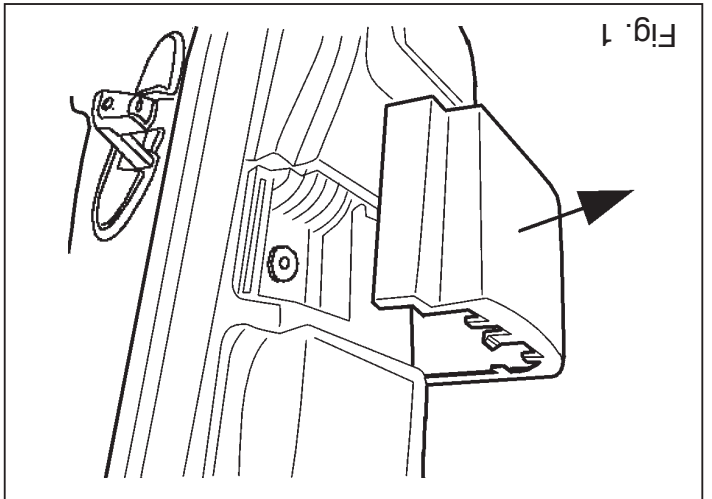

Fig. 1
1. Remove the bumper. The covers under the rearlight units need to be removed first (fig. 1). Take care! The bumper must not be damaged. Remove the bumper's steel inner fittings; these will not be replaced. If the vehicle is fitted with PDC (Parc Distance Control), remove the cable-holder from the bumper at points A (see photo). Place two M6x20 bolts in the bumper at a distance of 545mm from each other so they line up with the holes A on the towbar. Allow the exhaust to drop down and remove the heat shield.
1. Demonteer de bumper. Hiertoe dient men de afdekkappen onder de achterlicht units eerst te demonteren (fig. 1). Let op!!! Men dient er voor te zorgen dat de bumper niet kan beschadigen. Demonteer het stalen bumperbinnenwerk, deze komt te vervallen. Wanneer het voertuig is voorzien van PDC (Parc Distance Control) de kabel houder terplaatsē van de punten A losnemen uit de bumper (zie foto). Plaats twee M6x20 bouten in de bumper op een afstand van 545mm uit elkaar zodat deze corresponderen met de gaten A op de trekhaak. Laat de uitlaat zakken en demonteer het hitteschild.
1. Zdemontować zderzak, w tym celu należy w pierwszej kolejności zdjąć osłony pod tylnym zespołem oświetleniowym (rys.1). **Uwaga:** należy zwrócić uwagę, aby w trakcie demontażu nie uszkodzić zderzaka. Zdemontować wewnętrzną metalową osłonę zderzaka, która nie będzie ponownie wykorzystywana. Jeżeli auto wyposażone jest w PDC , (kontroler dystansu parkowania.) należy rozłączyć mocowanie przewodów w punktach A zderzaka (patrz rys.). w zderzaku należy przykręcić dwie śruby M6x20 w odległości 545 mm jedna od drugiej, w taki sposób aby korespondowały one z otworami A znajdującymi się na haku holowniczym. Oraz opuścić wydech, zdemontować osłonę cieplną.
1. Entfernen Sie die Stoßstange. Hierzu müssen Sie die Abdeckkappen unter den Rücklichtern erst abmontieren (Abb.1.) Achtung!!! Sorgen Sie dafür, dass die Stoßstange während der Arbeiten nicht beschädigt wird. Demontieren Sie die stählerne Stoßstangeninnenverkleidung, diese wird später nicht mehr benötigt. Wenn das Fahrzeug mit einer PDC (Parc Distance Control) ausgestattet ist, muss die Kabelhalterung bei den Punkten A aus der Stoßstange gelöst werden (siehe Foto). Befestigen Sie zwei M6x20-Schrauben in der Stoßstange mit einem Abstand von 545 mm zueinander, so dass diese mit den auf der Anhängervorrichtung befindlichen Löchern A korrespondieren. Den Auspuff runter hängen lassen und das Hitzeschild demontieren.
1. Smontare il paraurti. A tal fine, è necessario smontare prima le calotte situate sotto i gruppi dei fanali posteriori (fig. 1). Attenzione!!! Assicurarsi che il paraurti non venga danneggiato. Estrarre l'anima dal paraurti, questa non dovrà essere rimontata. Se il veicolo è dotato di dispositivo PDC (Parc Distance Control), staccare il passacavo dal paraurti a livello di punti A (vedi foto). Inserire due bulloni M6x20 nei paraurti, ad una distanza di 545 mm l'uno dall'altro, in corrispondenza dei fori A sul gancio traino. Lasciare scendere il tubo di scarico e smontare la protezione termica.